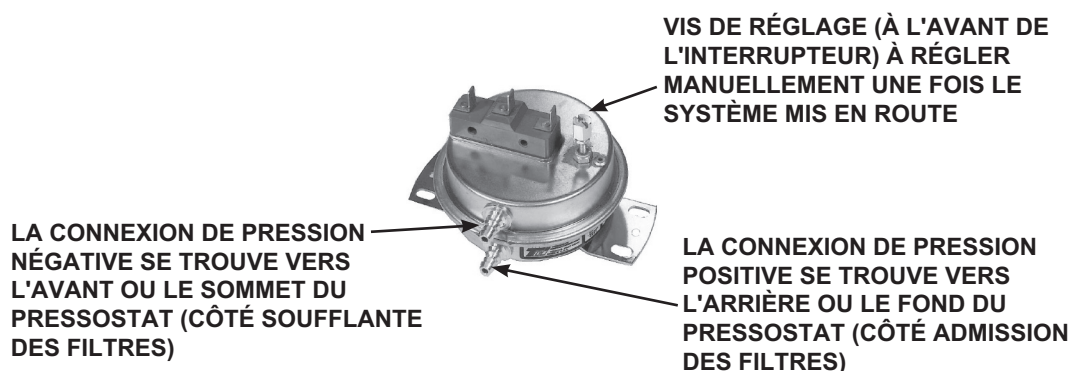

Figure 26. Interrupteur de pression de filtre
1. Installez un filtre propre, fermez les portes du souffleur et mettez le souffleur en fonctionnement. Baissez le réglage de la pression en tournant la vis régulatrice de l'interrupteur (voir Figure 26) dans le sens horaire, jusqu'à ce que le témoin s'allume ou que la vis atteigne sa limite.